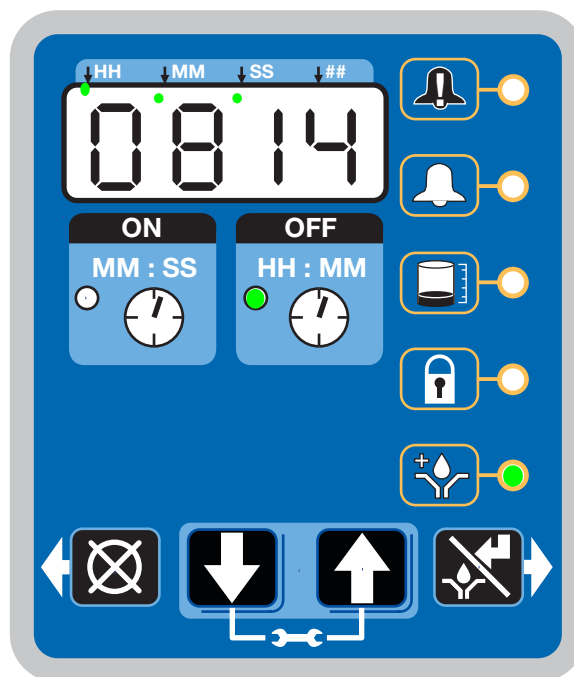

Рис. 23
- Горит светодиодный индикатор рядом с часами в поле ВЫКЛ. (Рис. 23).
- Горит светодиодный индикатор предварительной смазки (Рис. 23).
- На дисплее отобразится оставшееся до смазочного цикла время. В примере на Рис. 23 до начала смазочного цикла осталось 8 минут 14 секунд.